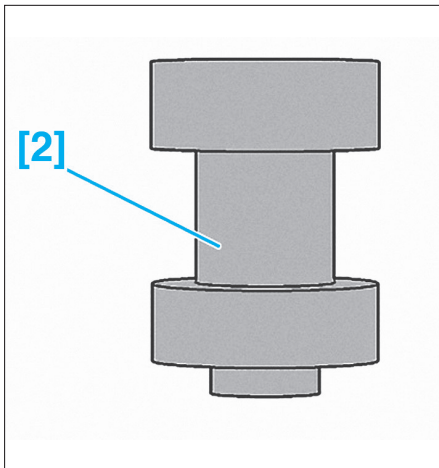
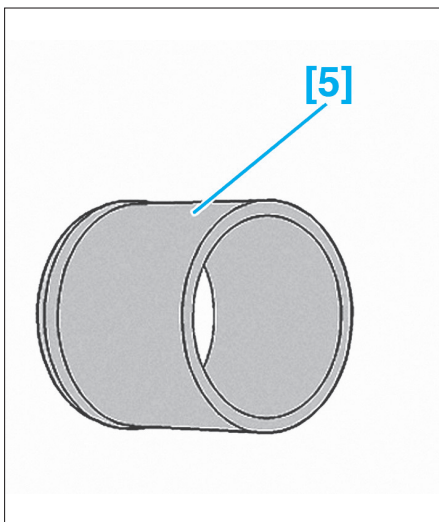

FIG. 48
FIG. 49
- [2] et [5]. Outil d'extraction de roulement (Fig.48) et (Fig.49).